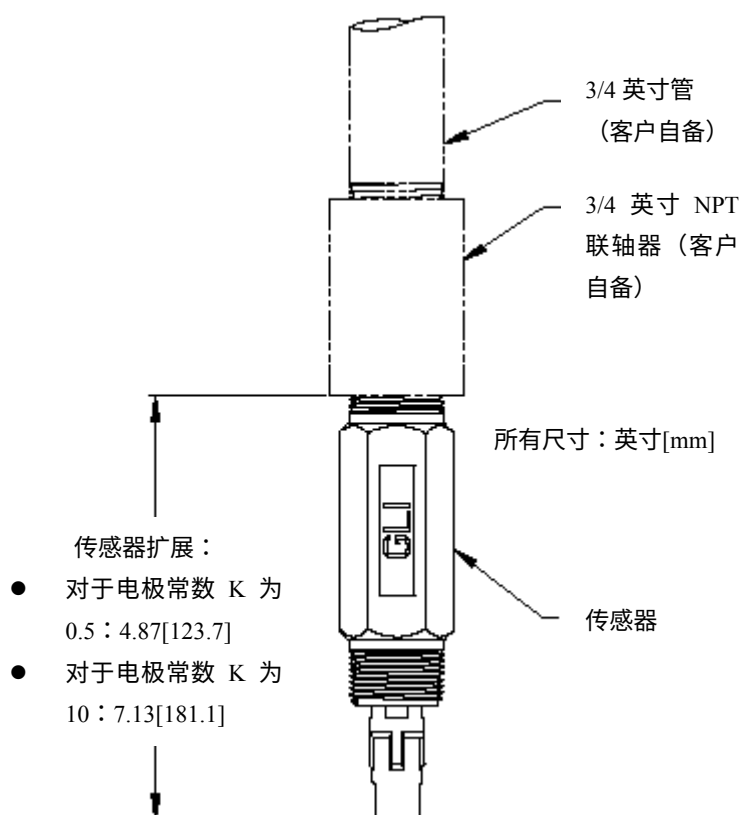

图 2-3 安装传感器到管端以便浸入
1. 参考图 2-3，将一个 3/4×3/4 英寸的 NPT 联轴器拧到传感器的电缆端。小心地拧紧接头以防止渗漏。